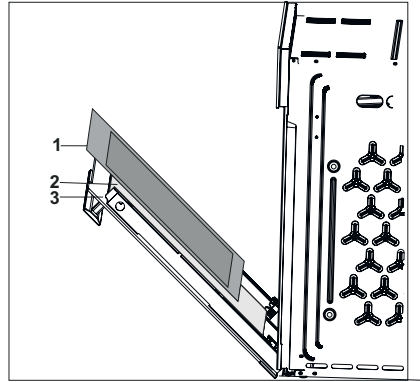

Fig. 38
- Retire el cristal interno e intermedio del aparato para limpiarlo (Fig. 38).